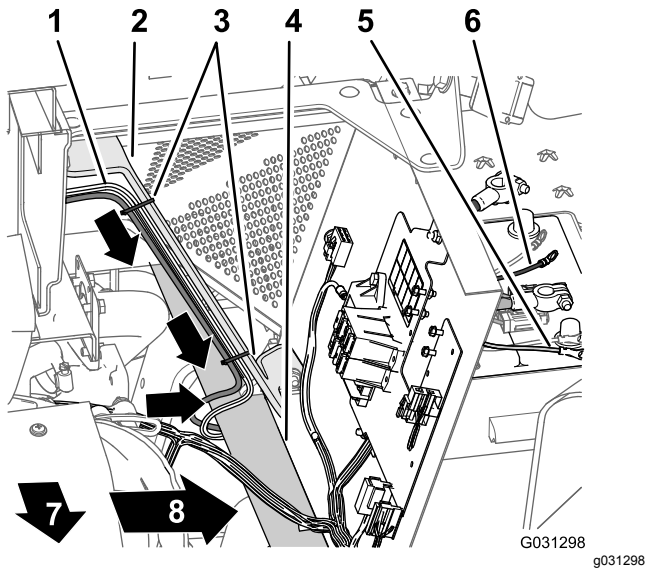

Bild 172
4. Befestigen Sie den Kabelbaum mit drei Kabelbindern im Loch im Sitzkastenwinkel und in der Motorhaubenstütze (Bild 171 und Bild 172).
5. Verlegen Sie die 10-A-Sicherung und die positiven und negativen Kabelschuhe des 220-cm-Zweigs des elektrischen Kabelbaums für das Navigationssystem zur Oberseite der Batterie (Bild 172).